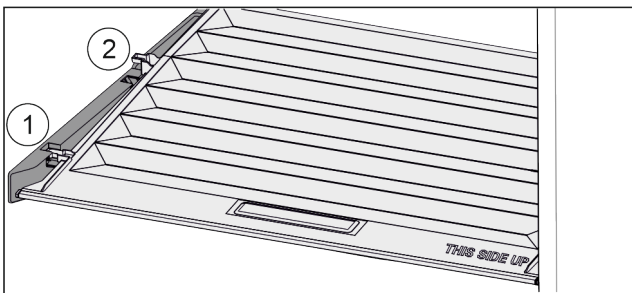

Fig. 128
- ▶ Deslice la tapa hacia delante hasta la abertura de las piezas de sujeción Fig. 128 (1).
- ▶ Levántela por detrás desde abajo y retírela tirando hacia arriba Fig. 128 (2).